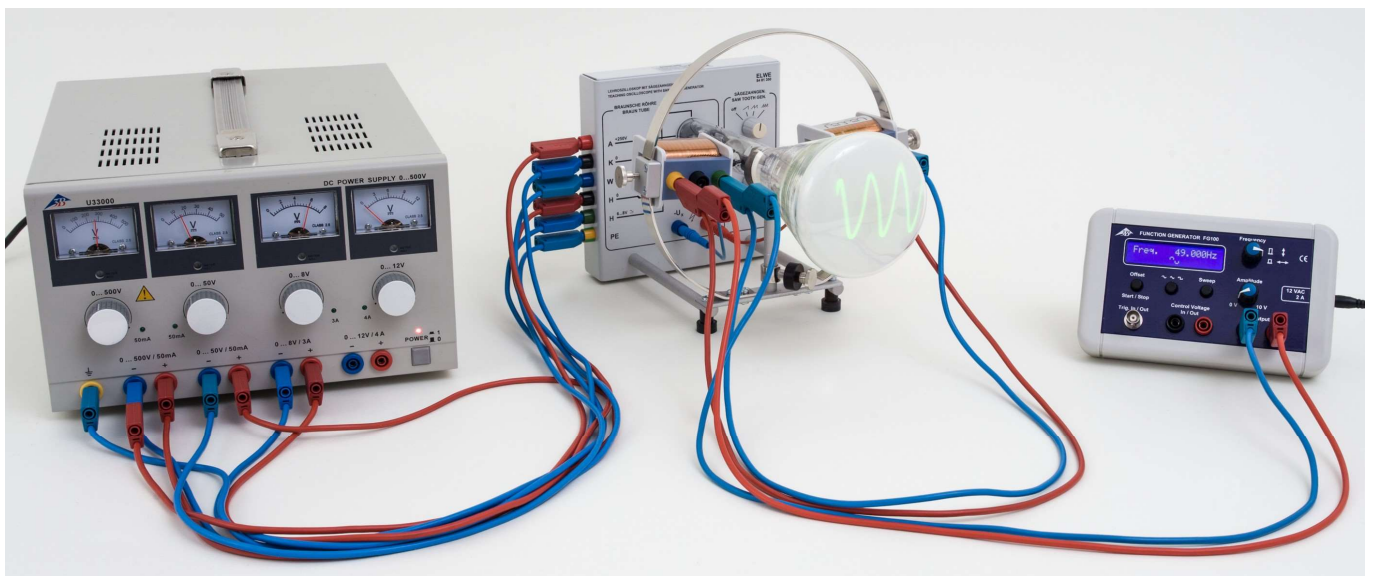

Fig. 1: Measurement set-up.
- Eine Veränderung der Frequenz am Funktionsgenerator bedarf einer Anpassung der Sägezahnfrequenz an der Röhre, um eine Darstellung gemäß Fig. 1 zu erhalten.